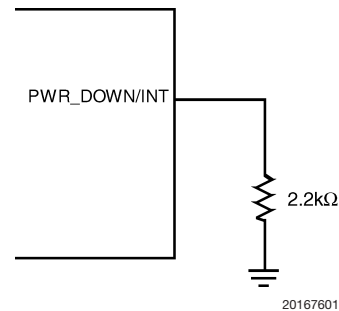
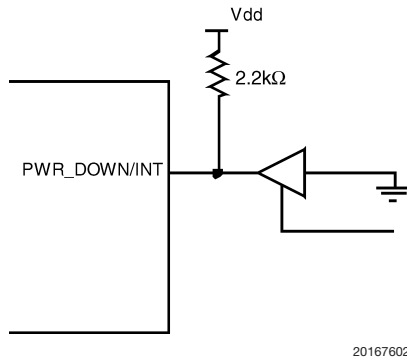
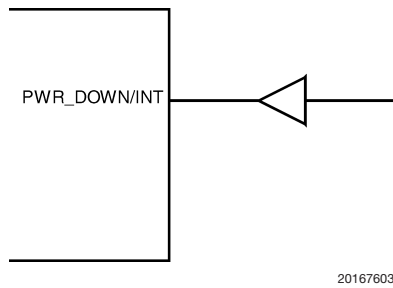

图1.通过下拉电阻初始化
图2.通过三态门驱动器初始化
图3.通过驱动器初始化
- 使用一个外部下拉电阻（见图1）。
- 或者直接驱动PWRDOWN/INT管脚到逻辑低电平（见图2或者图3）。
注意到使用一个外部电阻（见图1）或者使用一个逻辑驱动器（图3）可以防止PWR_DOWN/INT管脚进行正常的中断操作。当使用这些连接之一进行中断设定时，管脚应该接下拉电阻或者被低电平驱动，从而引入一个有效的中断信号。使用一个三态门驱动器和一个上拉电阻（图2），才能维持其中断功能。然而，通过三状态驱动器使得器件置于省电模式期间，系统将会忽略来自器件的中断信号。